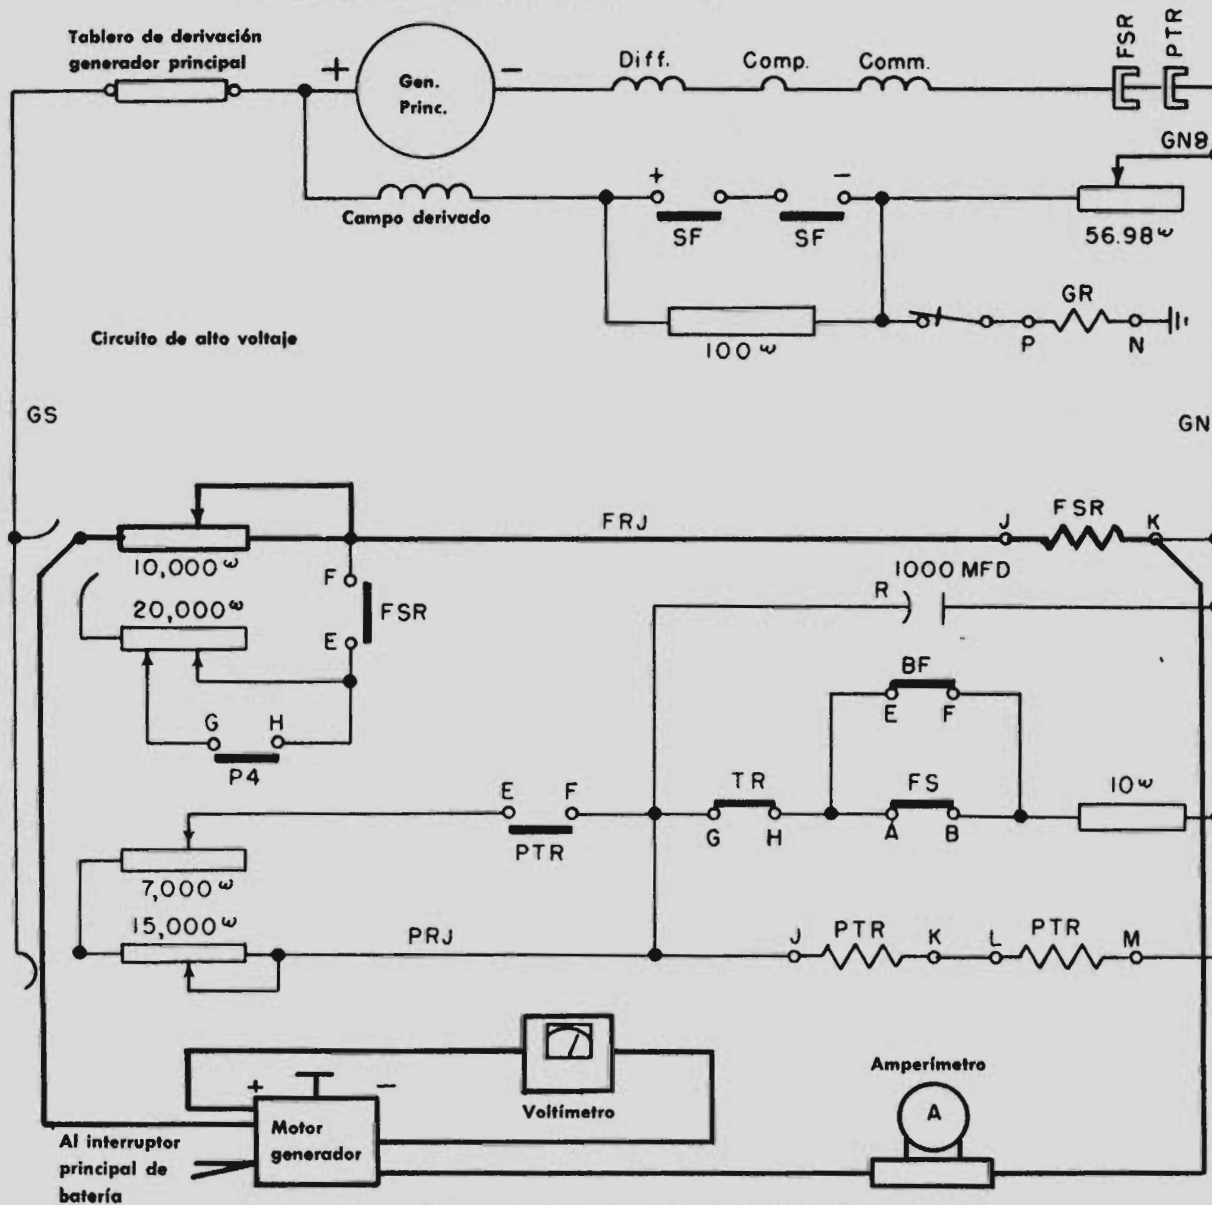

Fig. 6 - Ajuste de bobina de alto voltaje de FSR-Entrada inicial
6. Desconéctense los conductores de alimentación de GS y el conductor de SHP (si está conectado) de las resistencias tanto de FSR como PTR Fig. 6. Estas resistencias están conectadas en los circuitos de los relevadores FSR (bobina J-K) y PTR. Cerciórese de que la conexión entre las resistencias individuales de los circuitos de FSR y PTR no se mueva de su lugar. Conéctese SHP al conductor de GS en las unidades equipadas con conductor para SHP.
10. Conéctese un voltímetro de 0-1000 en paralelo con los conductores de salida de alto voltaje del motor-generador Fig. 6. Esto se puede hacer conectando las terminales del voltímetro en las mismas terminales en
- a. Desconéctese la conexión instalada entre las resistencias de 20,000 ohms y de 10,000 ohms en el circuito del relevador FSR (bobina J-K). Ajústese la resistencia de 10,000 ohms para tener un flujo de corriente de 110 miliamperes a través del relevador FSR (bobina J-K) con 1000 volts a través de las terminales del motor-generador Fig. 6.